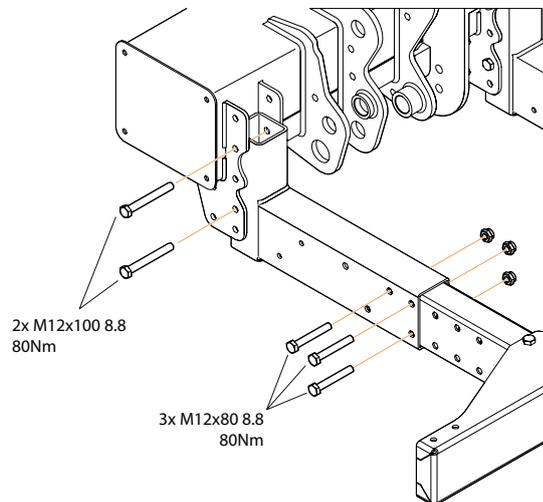

Figura 28. Montaje de la protección contra empotramientos
1. Monte la parte interior de cada soporte, se pueden montar en cuatro alturas diferentes. Elija una altura que proporcione una posición que cumpla con los requisitos legales, consulte el apartado "6.3.2 Medidas reglamentarias para la protección contra el empotramiento" en la página 20. Utilice el tornillo correspondiente M12x100. Monte sin apretar los tornillos, consulte Figura 28.
Utilice el tornillo correspondiente M12x80. Monte sin apretar los tornillos. Consulte Figura 28.